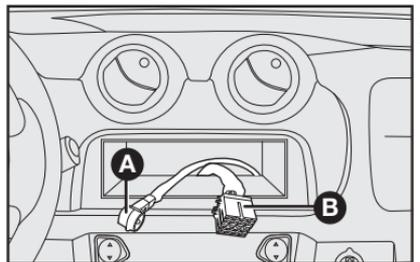

fig. 98
- Cable y conexión para la alimentación de la radio **B-fig. 98**.
- Cables y conexión para la antena de techo **A-fig. 98**.
- Cable y conexión de los altoparlantes e tweeters **B-fig. 98**.
- Cable para tweeter y altoparlantes delantero y trasero **B-fig. 98**.